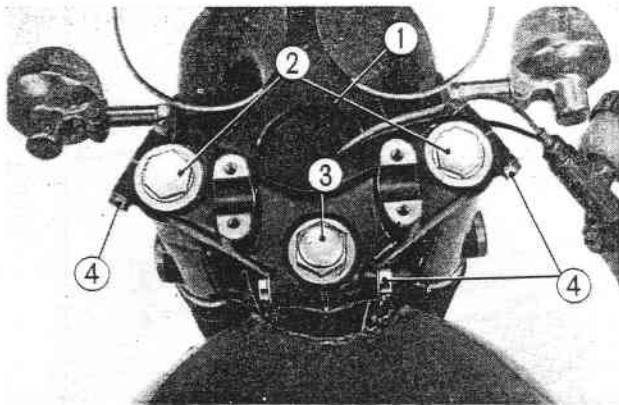

Fig. 11-4 ① Potence supérieure de fourche
6. Desserer l'écrou de colonne de direction, les deux boulons de fixation de fourche, les trois boulons de blocage de 8 mm puis déposer la potence supérieure de fourche. (Fig. 11-4)